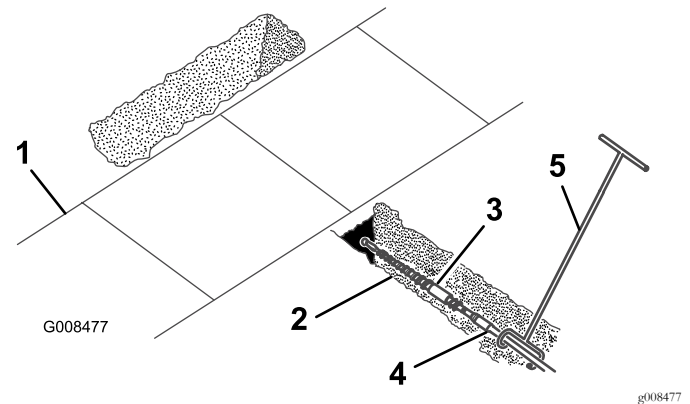

Figura 5
- Conecte la herramienta de guía de la varilla a la varilla, justo por detrás de la broca (**Figura 5**).
- Con la persona que va a guiar la broca colocada a la derecha de la zanja (**Figura 5**), arranque el motor, ponga la válvula de selección de bomba en el modo lento (tortuga) (solamente las unidades de tracción modelos 200 y 300), coloque el acelerador en una posición intermedia y tire de la palanca hidráulica auxiliar hacia atrás para que la broca comience a rotar hacia adelante.
- Mueva la unidad de tracción lentamente hacia adelante; la persona que tiene la herramienta de guía de la varilla debe guiar la penetración de la broca en el suelo (**Figura 5**).